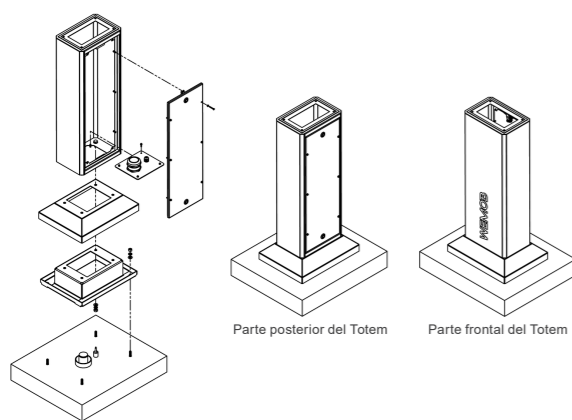

Figura 4.9: Vista explodida del montaje - mm
El montaje del totem en la base de fijación del producto está representado en la Figura 4.9, utilizando cuatro (04) tornillos hexagonales M10, proporcionados con el producto. El par de apriete recomendado es de 35 Nm.